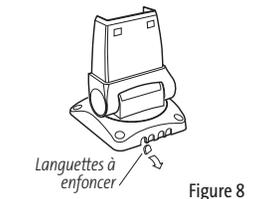

Figure 8
- 1b. S'il n'est pas possible d'acheminer les câbles directement sous le support de montage, marquez et percez un trou qui vous permettra de les passer à proximité de celui-ci. Passez les câbles par le trou de 25 mm (1 po), à travers la base de montage, et sortez-les par le haut du support de montage. À l'aide d'une pince à bec effilé, brisez les languettes à l'arrière de la base de montage (Figure 8). Placez la plaque de couverture de trou au-dessus du trou de la surface de montage, puis utilisez-la pour marquer la position des deux vis de montage. Retirez la plaque de couverture de trou, percez les deux trous de montage avec un foret de 3,5 mm ( $\frac{9}{64}$  po), remplissez-les d'un agent d'étanchéité à base de silicone de qualité marine, remplacez la plaque de couverture et fixez-la avec les vis à bois à tête conique Phillips # 8. **Serrez à la main seulement !**